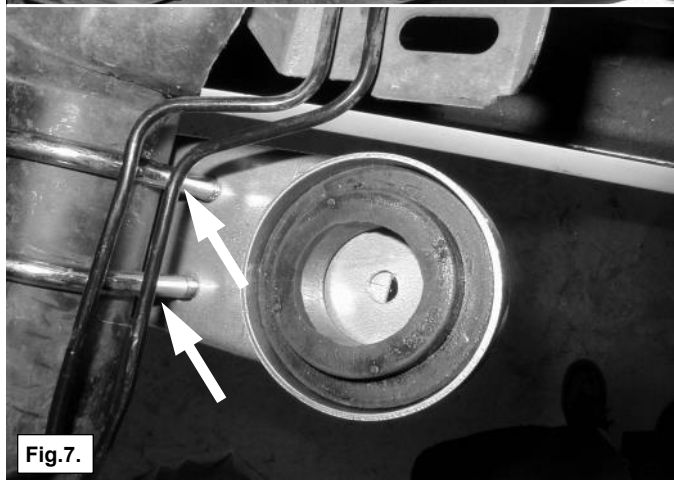

Fig.7.
4. Haal de remleiding aan de as los uit de klemmen. Monteer veerhouder **B** met de U-bouten onder de as. Let er op dat de veerhouder recht onder en recht staat ten opzichte van de veerhouder **A**. Zie fig. 7, en 8. Verbuig de remleidingen voorzichtig zodat deze de U-bout niet kan raken en monteer ze terug in de klemmen.
4. Take the brake tube at the axle out of the clips. Fit bracket **B** with the U-bolts under the axle. Take care that the bracket is mounted straight under the upper bracket **A**. See fig. 7 and 8. Carefully bent away the brake tube so that it cannot touch the U-bolts. Put the brake tube back in it's clips.
4. Entfernen Sie die Bremsleitung aus die Klemmen von der Achse. Montieren Sie Bügel **B** mit der U-Bolzen unter die Achse. Achten Sie darauf das der Bügel gerade unter den obere Bügel **A** kommt. Siehe Fig. 7 und 8. Biegen Sie Vorsicht die Bremsleitungen so dass diese die U-Bolzen nicht fassen können. Montieren Sie die Bremsleitungen zurück in die Klemmen.
4. Retirez la durite de frein des colliers fixé sur l'essieu. Montez le support du ressort B avec les boulons en U sous l'essieu. Veillez à ce que le support soit bien en dessous et perpendiculaire au support de ressort A. Cf. fig. 7, et 8. Pliez les durites de frein avec précaution de façon à ce qu'elles ne puissent pas toucher les boulons en U et remettez-les en place dans les colliers.